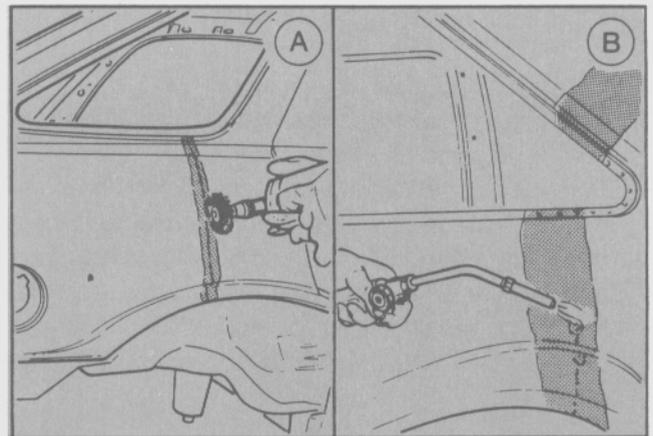

Fig. 35
- Limpiar perfectamente las costuras que se van a rellenar. Quitar la pintura y suciedad con una esmeriladora, limpiar las secciones de paneles desiguales y los puntos de soldadura con un cepillo de alambre (Fig. 35 A). Alpicar pasta de estañar a las superficies limpias y brillantes. Al realizar el estañado, mover el soplete de afuera hacia adentro, para impedir que se caiga de la zona de llenado (Fig. 35 B).